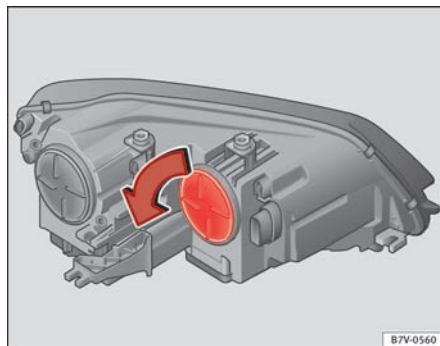

Fig. 202 I motorrummet: afdækning til blinklys
3.	Drej afdækningen ⇒ Fig. 202 i pilens retning, og træk den af.
8.	Drej afdækningen ⇒ Fig. 202 helt mod pilens retning.